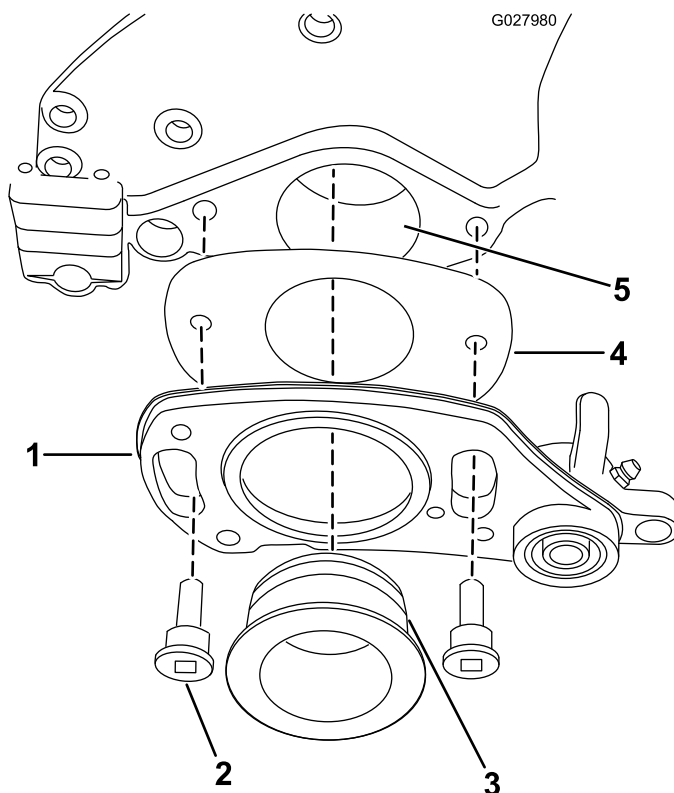

Рисунок 4
8. Поместите регулировочную пластину на заднюю сторону узла правого привода, как показано на Рисунок 4.
9. Нанесите тонкий слой консистентной смазки на уплотнительное кольцо и направляющее отверстие (Рисунок 4).
10. Закрепите узел правого привода с помощью двух болтов с буртиком (Рисунок 4).